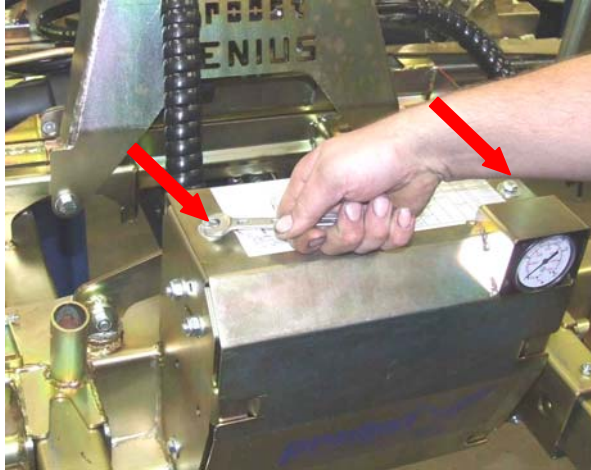

Fig.1
1. Irrota kopan molemmat ruuvit → Fig. 1